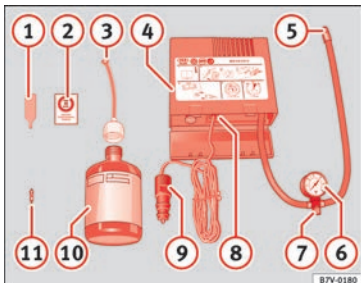

Fig. 59 Representación estándar: contenido del kit antipinchazos.
• Desenrosque la caperuza y el obús de la válvula del neumático. Utilice el aparato » fig. 59 ① para extraer el obús. Colóquelo en una superficie limpia.
- Agite con fuerza la botella de sellante de neumáticos » fig. 59 ⑩.
- Enrosque el tubo de inflado » fig. 59 ③ en la botella de sellante. El precinto de la botella se romperá automáticamente.
- Retire el tapón del tubo de llenado » fig. 59 ③ y enrosque el extremo abierto del tubo en la válvula del neumático.
- Vuelva a colocar el obús con el aparato » fig. 59 ① en la válvula del neumático.
- Enrosque el tubo de inflado del neumático del compresor » fig. 59 ⑤ en la válvula del neumático.
- Compruebe que el tornillo de evacuación de aire está cerrado » fig. 59 ⑦.
- Acople el conector » fig. 59 ⑨ a toma de corriente de 12 voltios del vehículo » ícono, pág. 140.
- Conecte el compresor de aire con conmutador ON/OFF » fig. 59 ⑧.